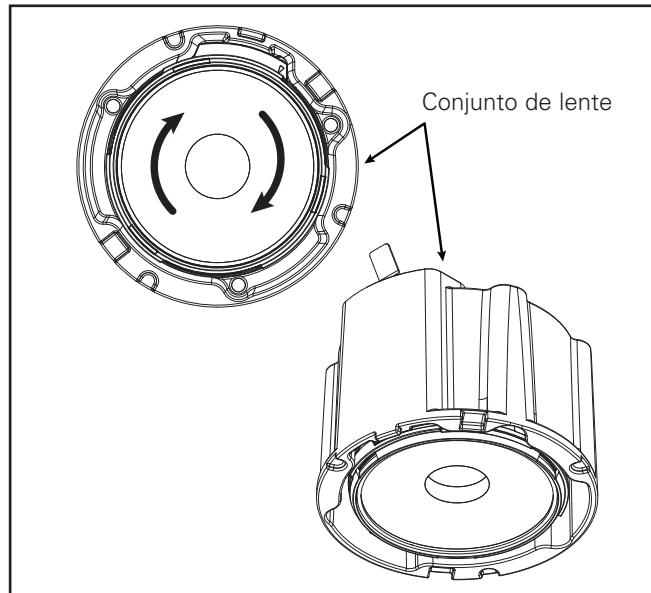

Figura 2
4. Sujete la unidad de la óptica al motor de la luz LED haciéndola girar a tope en el sentido de las agujas del reloj (Figura 2). Asegúrese de que la óptica está bien sujetada en su sitio.